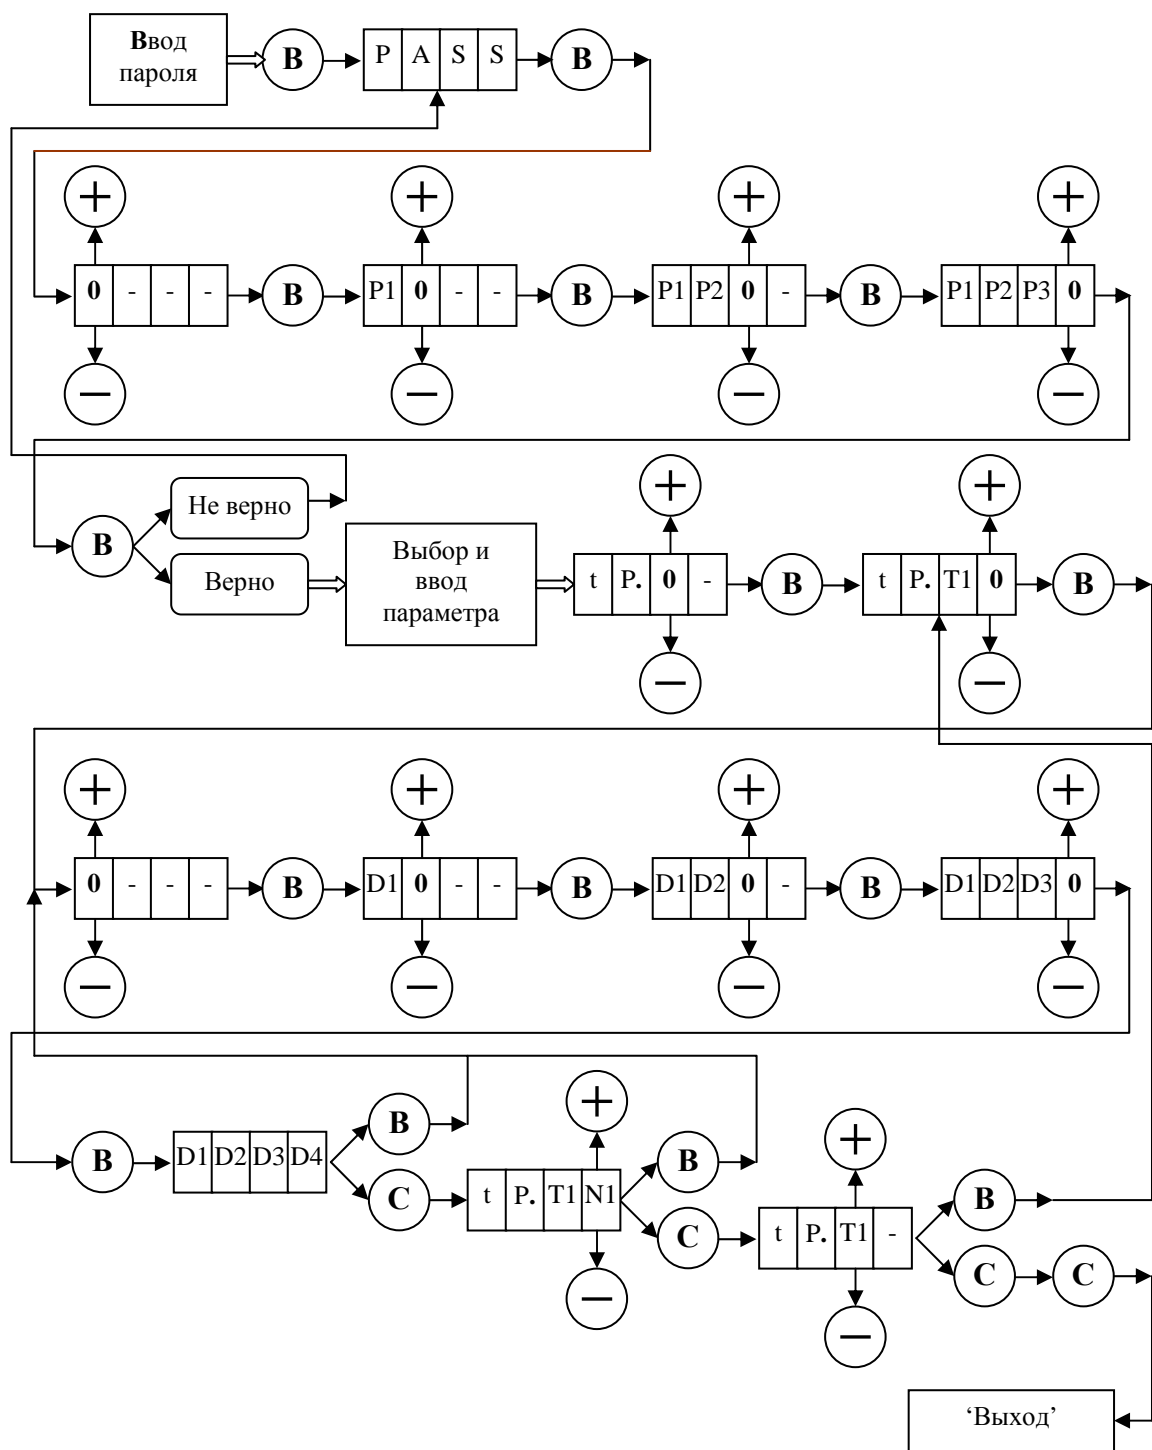

Рис. 3. Ввод параметров БУАД и УСНА с помощью клавиатуры.
3.5.5.10. **Un\_P** – пункт меню 1 уровня – редактирование параметров *Устройства*. Этот пункт меню подробно рассмотрен при описании режима '*Редактирование параметров УСНА*'. Диаграмма ввода параметров *Устройства* аналогична диаграмме ввода параметров БУАД и изображена на **рис.3**.
3.5.7.3. На **рис. 3** изображена диаграмма ввода параметров с помощью клавиатуры, где кружки с соответствующими надписями обозначают кнопки клавиатуры, причем буква **B** обозначает **ВВОД**, а буква **C** – **СБРОС**.